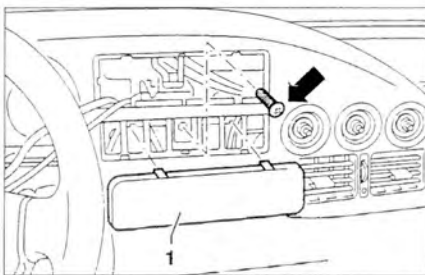

Рис. 10.31. Извлеките крышку 1 выключателей и открутите винт (стрелка).
12. Извлеките крышку 1 выключателей и открутите винт (стрелка) (рис. 10.31).